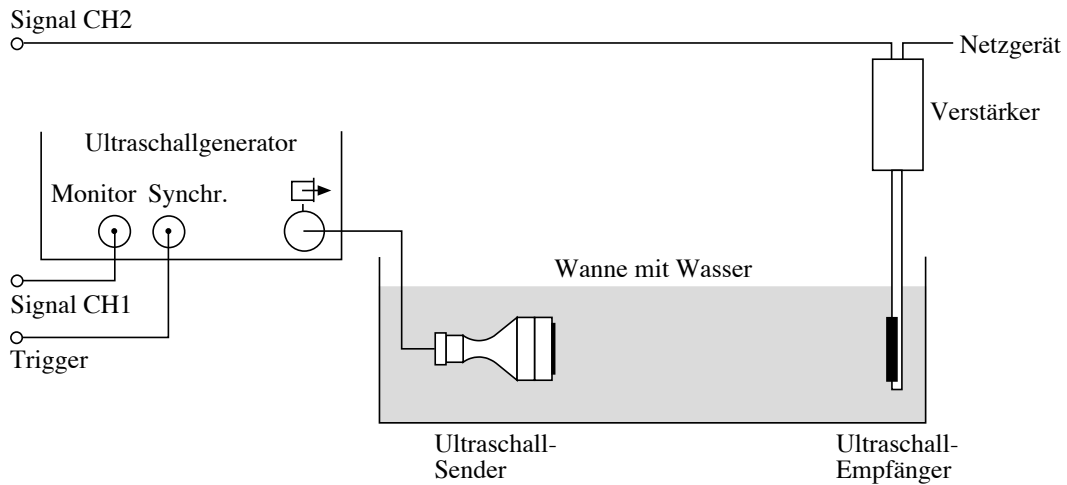

Abbildung 4.2.2: Aufbau des ersten Ultraschallversuchs - Laufzeitmessung: Sender und Empfänger sind einander gegenüber aufgehängt.
ten Plastikwanne gearbeitet. Am Versuchplatz stehen Ihnen folgende Geräte zur Verfügung (siehe Abb. 4.2.2):
Der Versuchsaufbau ist in Abb. 4.2.2 dargestellt:
- Der Ausgang „Monitor“ des Generators sollte über ein BNC-Kabel mit dem Messeingang CH1 der Messbox verbunden sein, der Ausgang „Synchr.“ mit dem Eingang „Ext. Trigger“ der Messbox (vgl. Abb. 4.2.2).